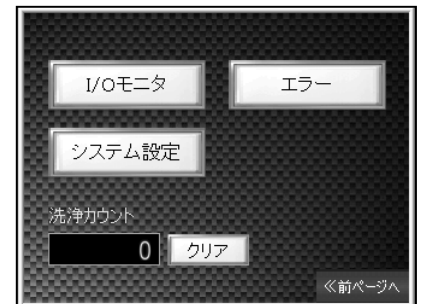

図 7-29
7. 5 メニュー(図 7-29)
- ・ メニュー画面(図 7-29)の **I/O モニタ** スイッチを押すと、I/O モニタ画面に切り替ります。
メニュー画面(図 7-29)の **システム設定** スイッチを押すと、システム設定画面に切り替ります。(図 7-30)
- ・ メニュー画面(図 7-29)の **エラー** スイッチを押すと、エラーメニュー画面に切り替ります。(図 7-32)
7. 5.4 洗浄回数表示(図 7-29)